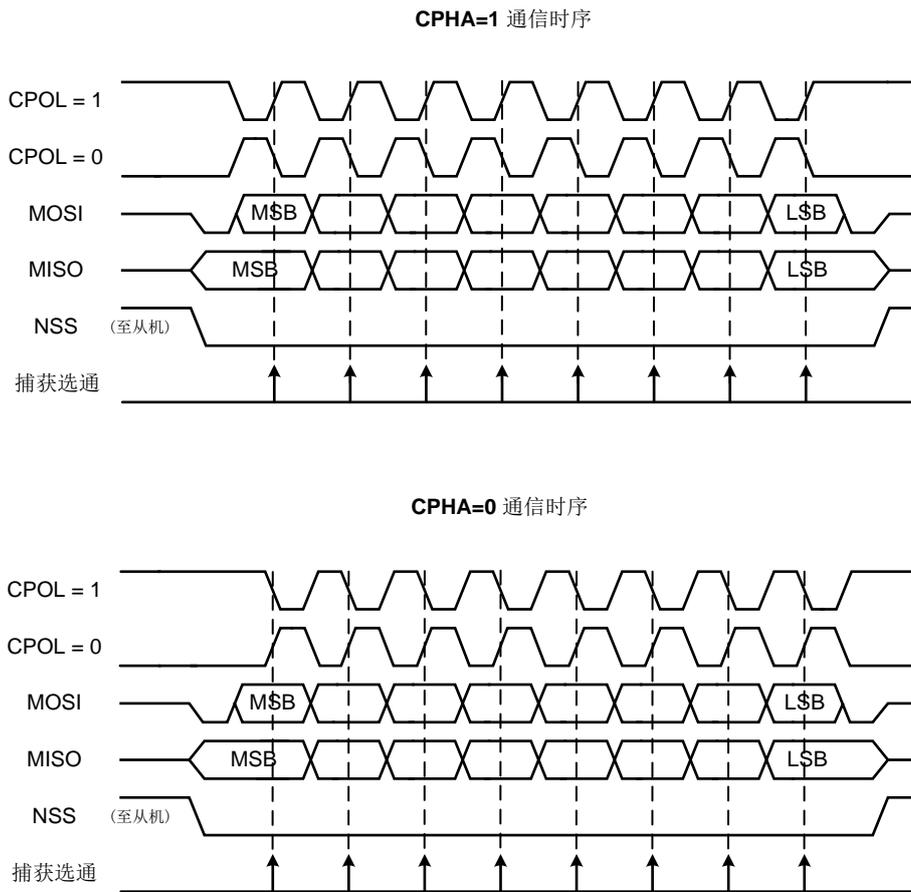

图 28-2 SPI 格式
2. 配置 **SPI_CON1.CPOL** 和 **SPI_CON1.CPHA** 位，以定义数据传输和串行时钟之间的关系(四种关系中的一种)(参见图 28-2)。